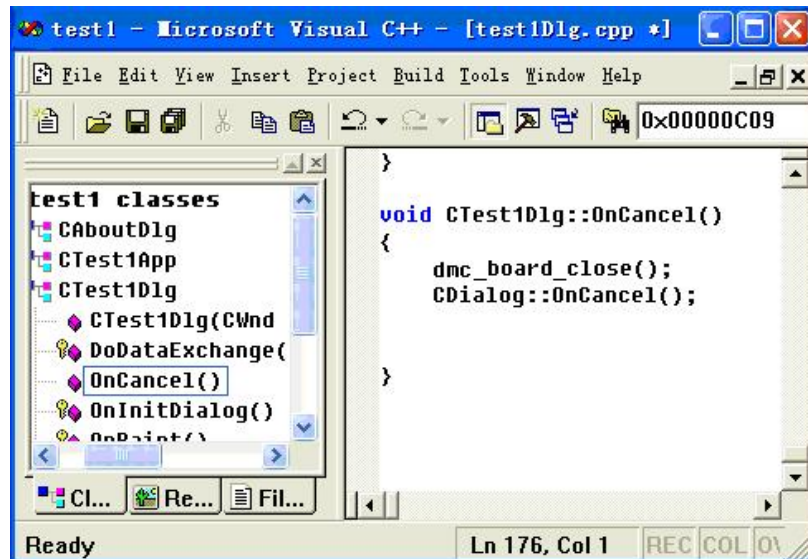

图 6.10 程序增加 OnCancel 函数
12) 如图 6.10 所示，在 Ctest1Dlg 中添加一个成员函数 OnCancel,在 OnCancel 函数中添加代码如下：